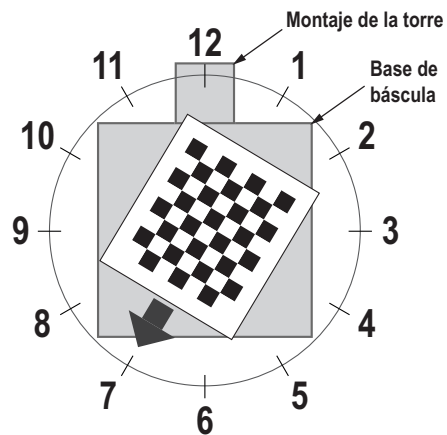

Figura 5-12. Gire a las 7 en punto
11. Alinee el objeto de calibración para que las cruces estén centradas. Gire el objeto de calibración a las 7 en punto con el conjunto de la torre a las 12 en punto (Figura 5-12).